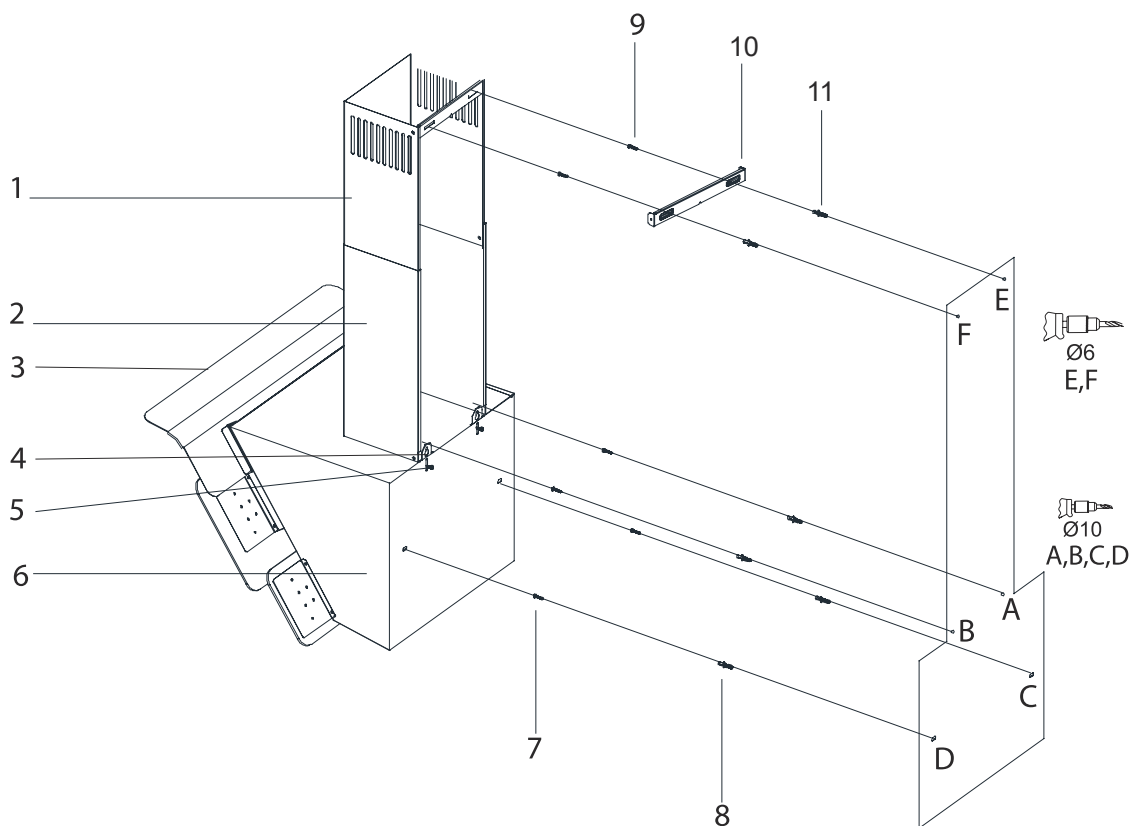

Fig. 8
1. Lossa skruvarna (4) till upphångningsbeslagen (5) och dra upp upphångningsbeslagen (5). Skruva därefter åt skruvarna för att fästa upphångningsbeslaget (Fig. 8).
2. Montera fläkten med hjälp av monteringsritningen. Håll monteringsritningen mot väggen vid den rekommenderade installationshöjden. Borra hål i punkterna A, B, C & D (Fig. 8).
3. Tryck i Ø10mm-pluggar (8) i de borrarade A-, B-, C- och D-hålen och skruva fast skruvarna till A + B med 5mm mellanrum mellan skruvhuvudena och väggen (Fig. 8).